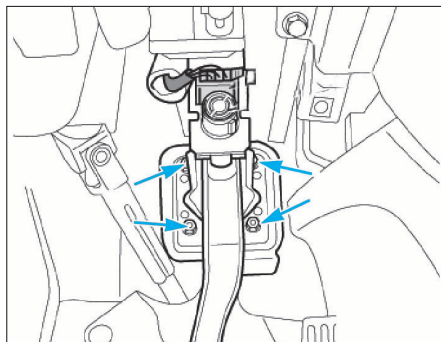

FIG. 15
- les 4 écrous de fixation du servofrein (Fig.15).